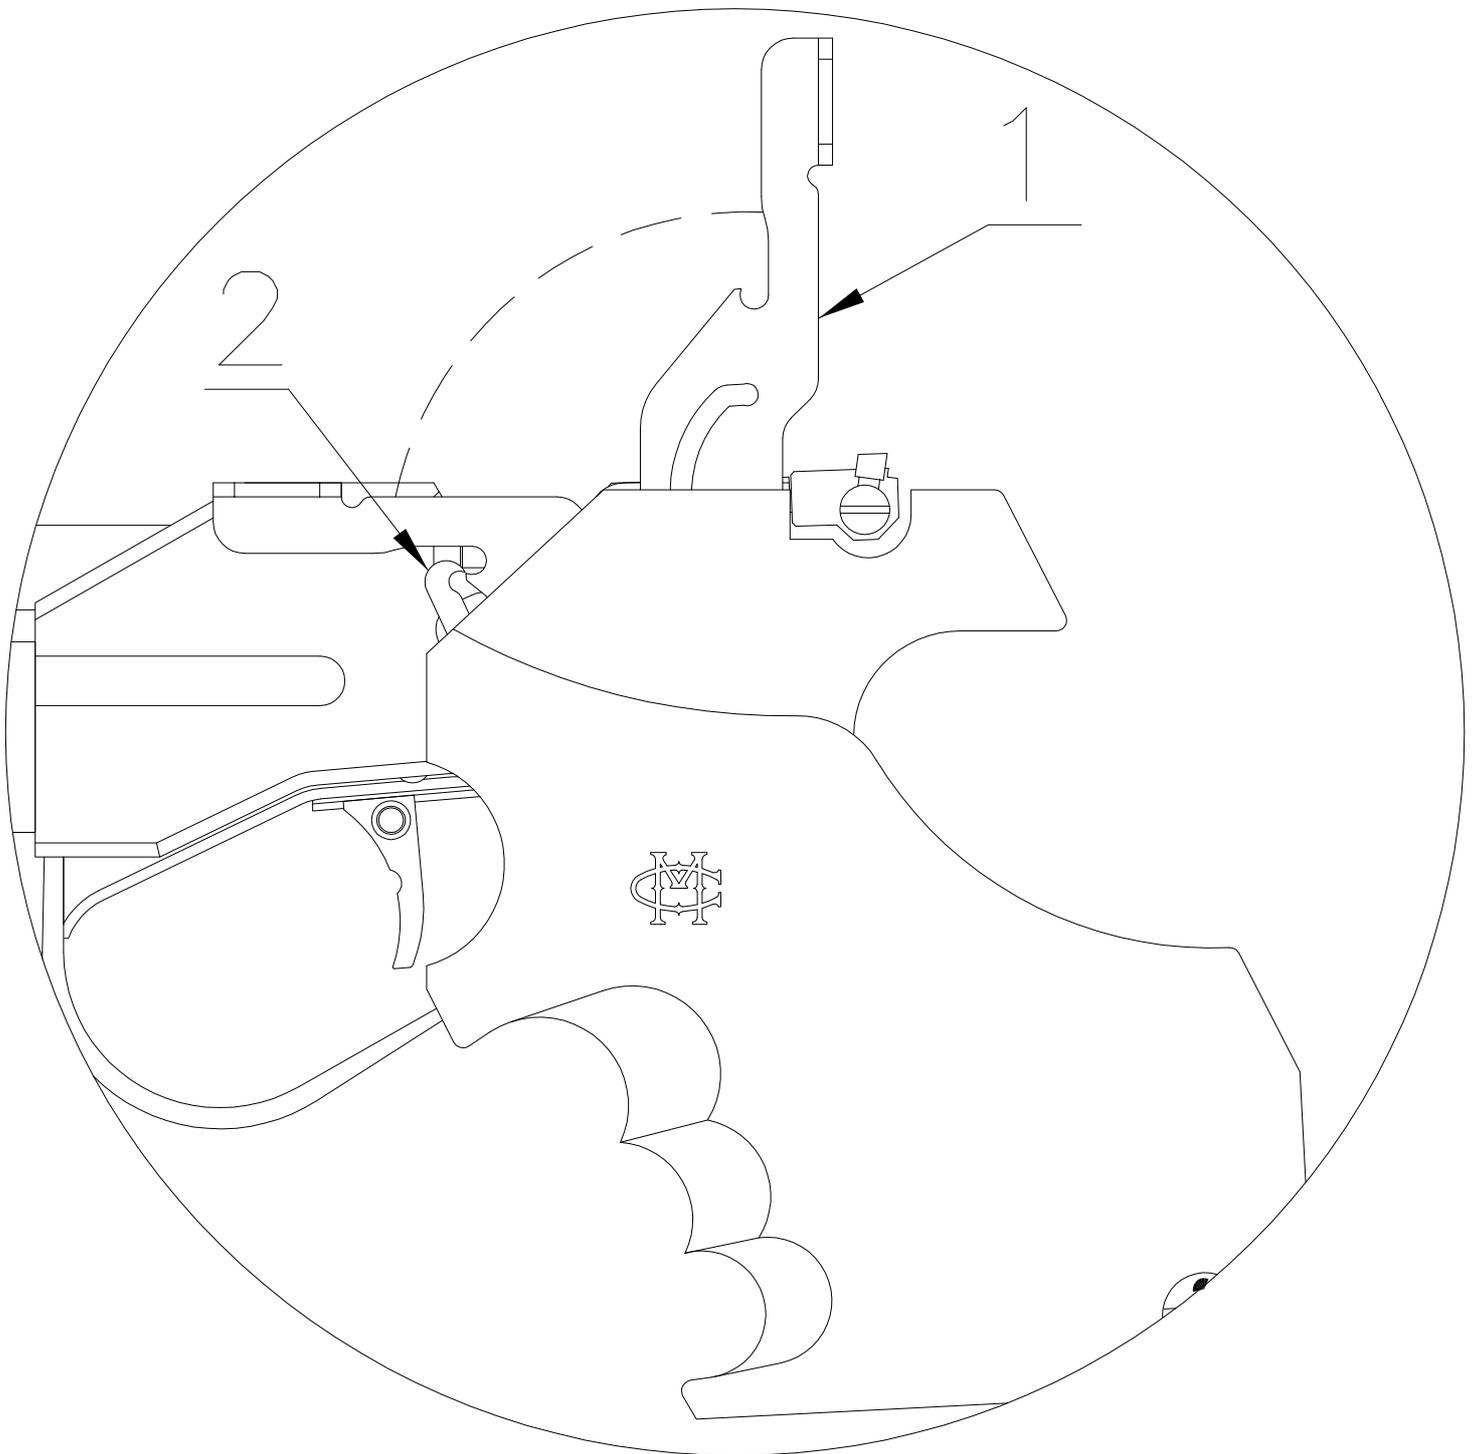

Fig. 3
3. Abzug einstellen (*Abb. 3*)